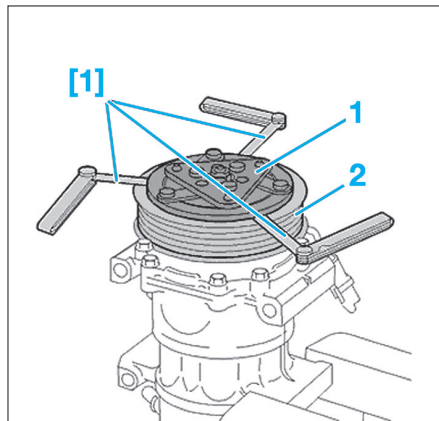

Fig. 43
- Contrôler l'entrefer en insérant un jeu de cales d'épaisseur [1] en 3 points différents entre le plateau (1) et la poulie (2) (Fig.43).